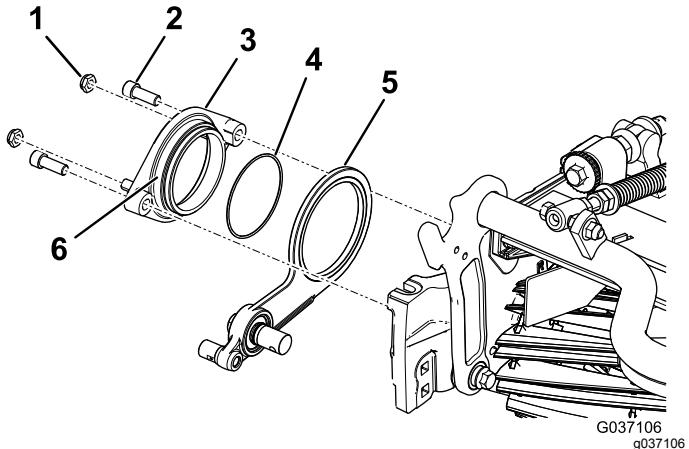

Figura 10
3. Utilice un compuesto antiadherente en el diámetro externo del conjunto del cubo del pivote (Figura 10).
4. Coloque el cubo del pivote sobre el brazo libre y fíjelo al molinete con 2 pernos allen (Figura 10).
5. Instale provisionalmente las 2 contratuercas en el cubo del pivote (Figura 10).